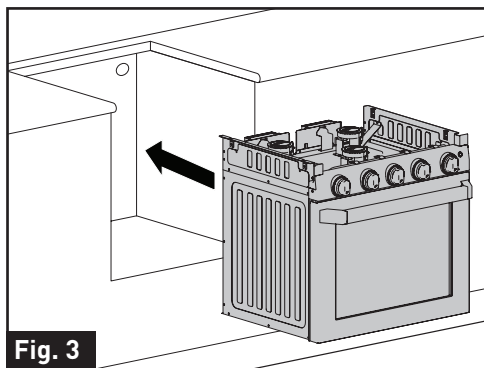

Fig. 3
3. Faites glisser la Cuisinière intégrée/ four a hotte dans l'ouverture de l'armoire. Vérifier que le four est à niveau d'un côté à l'autre et d'avant à l'arrière. (Fig. 3)